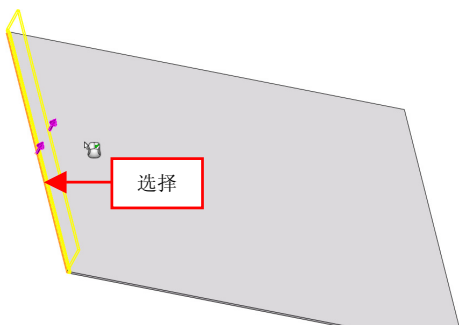

图 13-24 选择合适的边线
(4) 单击菜单栏中的【插入】|【钣金】|【边线法兰】命令，弹出【边线-法兰】属性管理器，选择合适的边线，如图 13-24 所示。